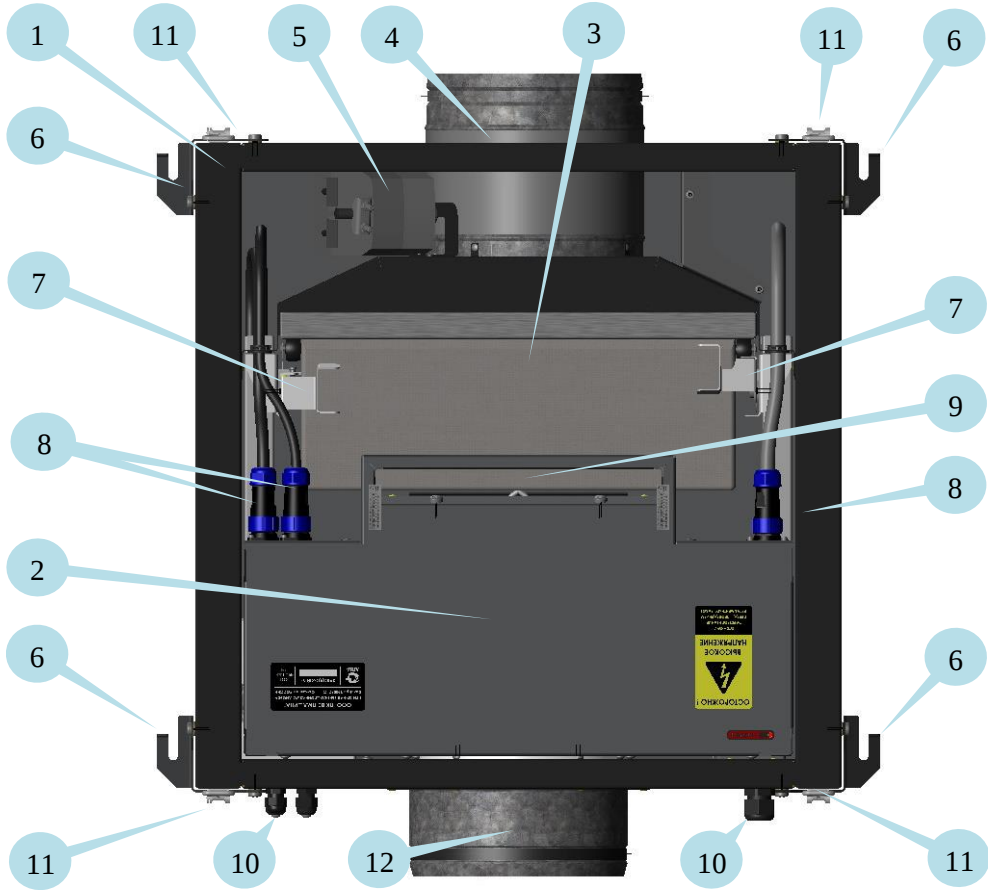

Рис. 1
Конструктивно установка (Рис. 1) представляет собой тепловлаго-защищенный корпус (1) со съёмной с помощью 4-х замков-защелок (11) крышкой.